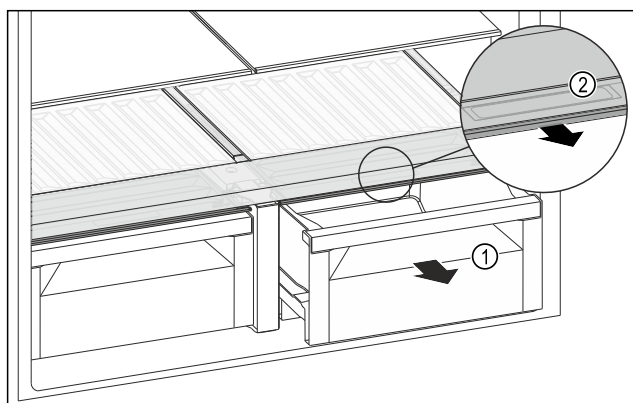

Fig. 131
- Vytiahnite zásuvku *Fig. 131 (1)*.
- Uchopte priehľbinu na rukoväť *Fig. 131 (2)* na veko zásuvky a súčasne ťahajte veko zásuvky dopredu.